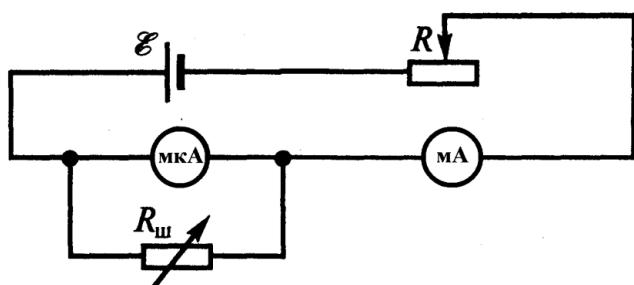

Рис. 2.4.
Схема второй установки, которая служит для проверки точности подбора шунта, представлена на рис. 2.4. Исследуемый прибор на рисунке показан слева («мкА»). К нему подключен уже известный магазин сопротивлений, который используется в качестве шунта. Контрольным прибором (правым прибором на рисунке) является мультиметр. Величина силы тока регулируется при помощи реостата  $R$ .
*Зарисуйте* (карандашом) схему проверки подбора шунта (рис. 2.4).